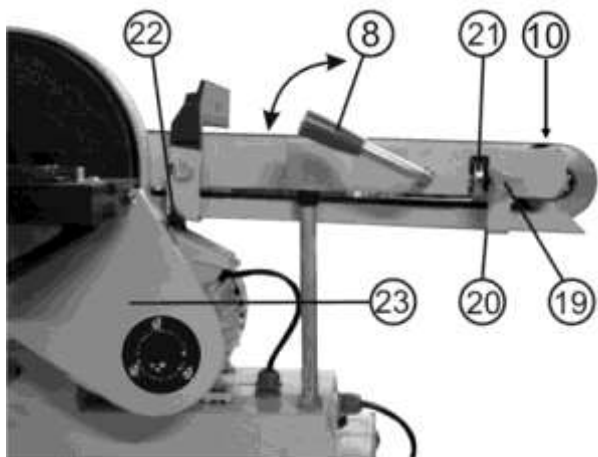

Рис.15
12.2. Замена шлифовальной бумаги на диске (Рис. 15, 16)
Ослабьте фиксирующий винт (22) и откройте крышку (23) кобура ремня, Рис.15.
12.3. Замена клинового ремня (Рис.15, 16,)
12.3.1. Ослабьте фиксирующий винт (22) и откройте крышку (23), Рис.15.
12.3.7. В обратном порядке установите и закрепите диск (5), Рис.15.
12.3.8. Закройте крышку (23) кобура ремня и затяните фиксирующий винт (22), Рис.15.